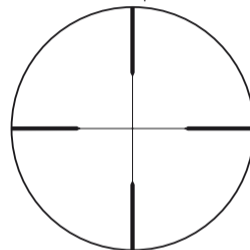

Fig. 3
(1) Mise au point
- 1 Regardez dans l'oculaire, l'œil placé à environ 4 pouces (10 cm) de l'oculaire, pour voir le réticule de précision (Fig. 3).